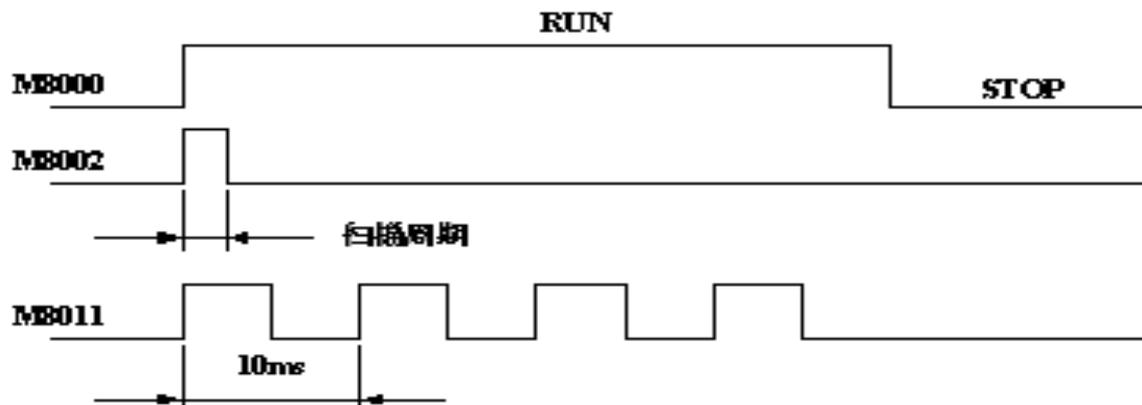

图7.3 特殊辅助继电器状态时序图
**M8000**-运行监视继电器，如图7.3所示。当PLC执行用户程序时，**M8000**状态为“ON”；停止执行时，**M8000**状态为“OFF”。
**M8011~M8014**-分别为10ms、100ms、1s和1min时钟脉冲继电器。如图7.3所示，以10ms时钟脉冲继电器为例说明它们的功能。10ms时钟脉冲继电器的功能是：其触点以10ms为周期重复通 / 断动作，即ON:5 ms，OFF:5 ms。